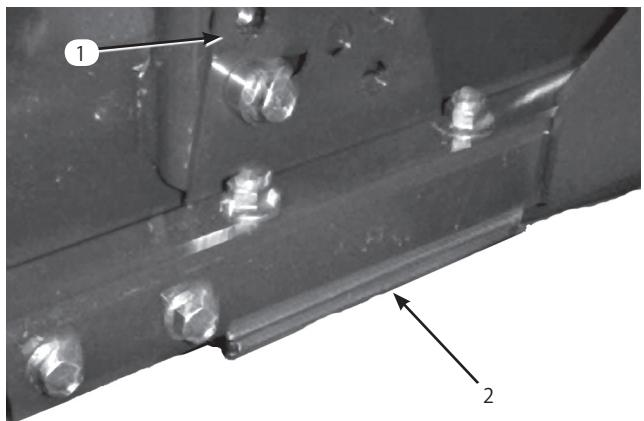

図12
1. 刈り高ブラケット（前、左、右のうち1つ）をデッキのフレームから外す（図12）。
2. デッキのフレームとブラケットとの間に 1.5mm または 0.76mm のシムを入れて調整する（図12）。